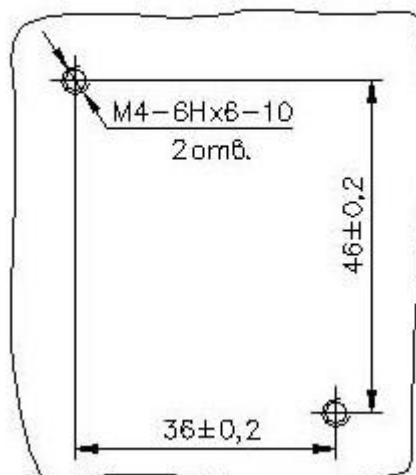

Рис. 7
- Закрепить согласующий усилитель на неподвижной поверхности (стена, ограждения и т.п.). Разметка под установку согласующего усилителя приведена на Рис.7.